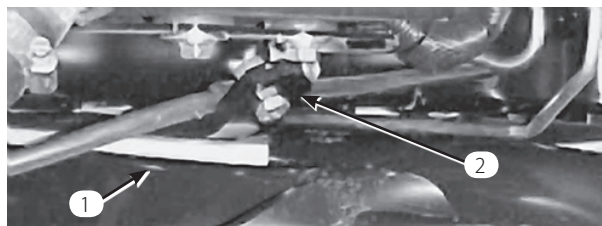
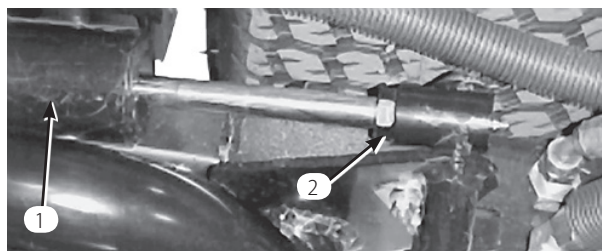

図 13
図 14
3. エンジンを始動し、昇降アームを上昇させ、後ろカッティングユニットのウェア・バーの上部についているウェア・ストラップからバンパー・ストラップまでの距離が 0.51～2.54 mm の間にあるかどうかを点検する(図13)。この範囲になれば後昇降シリンダを調整する。シリンダの調整は、カッティングユニットを降下させ、シリンダのジャムナットを戻して行う(図14)。ジャムナットを戻すには、シリンダ・ロッドのナットに近い方の部分をウェストプライヤで握って回す。調整ができればカッティングユニットを上昇させて隙間を点検し、必要に応じて再調整する。クレビスのジャム・ナットを締める。